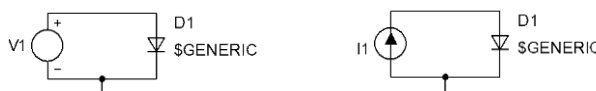

Рисунок 1 – Модельные схемы для снятия вольтамперной характеристики диода
1. Используя *Transient* анализ получить вольтамперную характеристику диода (зависимость тока через диод от напряжения на нем). Для получения характеристик использовать две схемы (собираются в отдельных схемных файлах): сначала с источником напряжения *Voltage Source*, затем с источником тока *Current Source* (рис. 1). Сравнить полученные результаты. Ток диода на графиках не должен превышать 5 А.